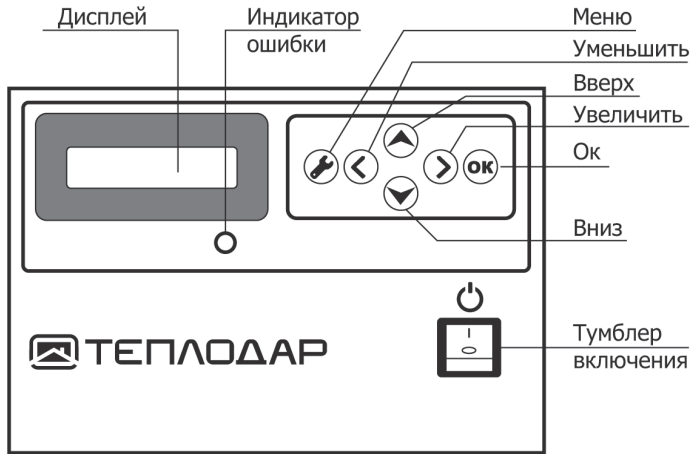

Рис. 35
9. Включите тумблером пеллетную горелку (Рис.35). При включении на дисплее появится надпись «ТЕПЛОДАР АПГ—26» («ТЕПЛОДАР АПГ—42») с указанием номера текущей прошивки устройства.